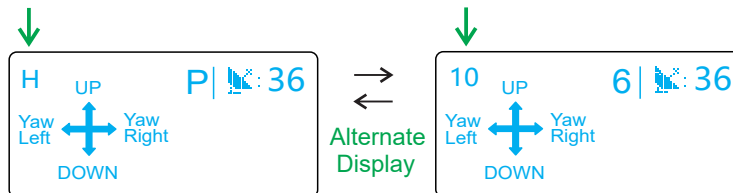

Figure 10-5: Affichage de la hauteur du drone
- ④ Le coin supérieur gauche affiche les informations de hauteur actuelles du drone (voir figure 10-5). Lorsque le drone entre dans le mode P/6 (RTK à point fixe), le coin supérieur gauche de l'écran de la télécommande affichera les informations de hauteur du drone.